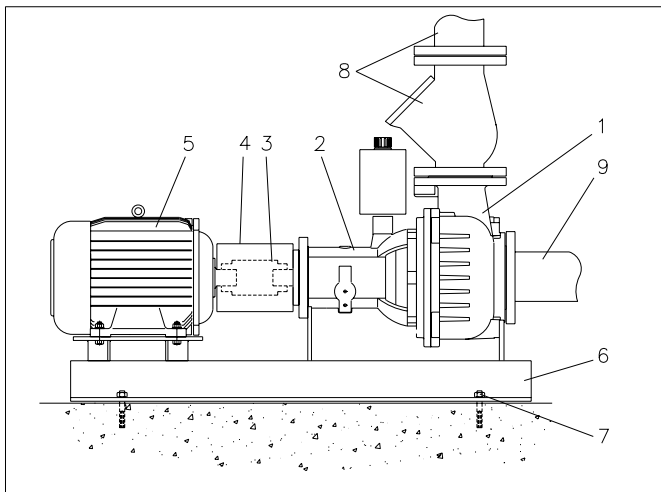

Fig. 7.1
Se fig. 7.1
- att basplattan är fast i golvet, se fig. 7.1 pos. 7.
Avlägsna skyddshuven, (se fig. 7.1 pos. 4).